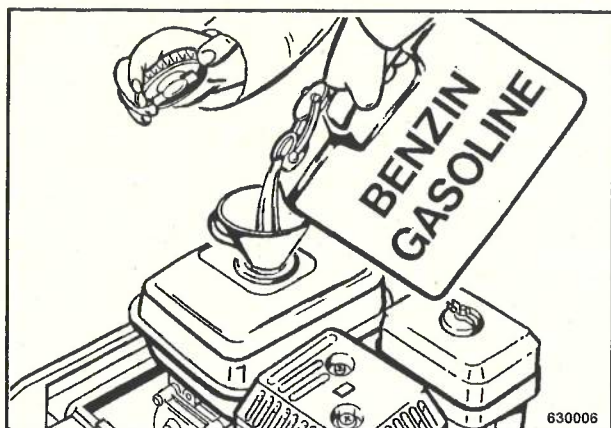

Fig. 2
- Rellenar combustible (Fig. 2).